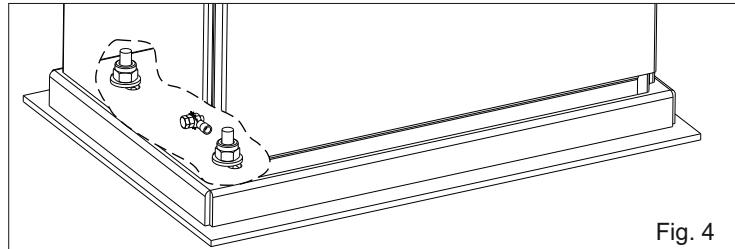

Fig. 4
4.1. Fixer le motoréducteur à la plaque de fondation en réglant la position latérale (Fig. 4) en respectant les cotes citées dans Fig. 2.